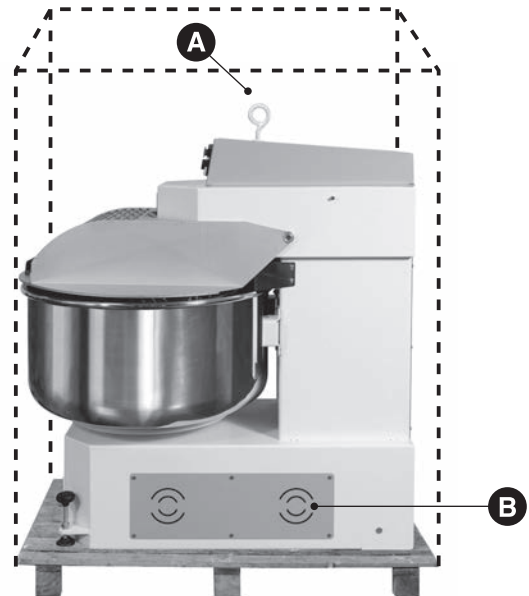
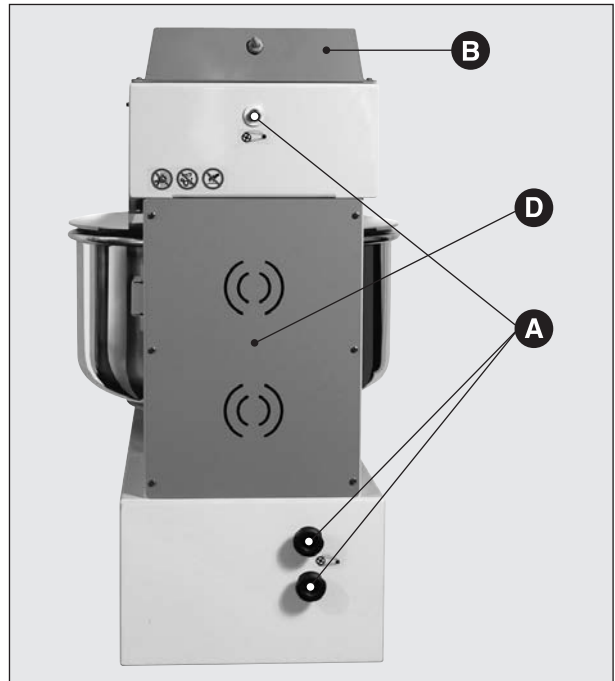

Fig. 2
Fig. 3
Lever la machine en la prenant par le piton (Fig. 2 A) à l'aide d'un releveur à roues, pour l'enlever de sa caisse.
- en ce qui concerne les parties internes de la machine, démonter les panneaux (Fig. 3 C et D) et procéder au nettoyage de la machine en tenant compte de la présence éventuelle de graisse et de poussières alimentaires; remonter enfin les panneaux.
- **Tension des courroies:** une fois par an, ou en cas de fonctionnement irrégulier de la machine (perte de tours) vérifier que les courroies de transmission ont une tension correcte. Démonter les panneaux de la machine (Fig. 2 B e 3 C); s'assurer que les courroies sont suffisamment tendues, et si nécessaire, visser la vis et les boutons (Fig. 3 A) indiqués par un symbole sans exagérer au niveau de la tension de la courroie; remonter enfin les panneaux.